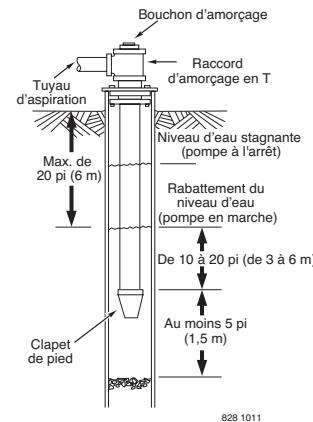

FIGURE 1 – INSTALLATION D'UN PUITS TUBÉ OU CREUSÉ
- Si vous utilisez un clapet de pied, il est recommandé d'utiliser un raccord en T et un bouchon d'amorçage (figure 1).
5. Si un tuyau horizontal plus long doit être utilisé, installez un raccord d'amorçage en T entre le clapet de non-retour et la tête de puits (figure 1). Utilisez la nomenclature 80 ou un tuyau de fer.